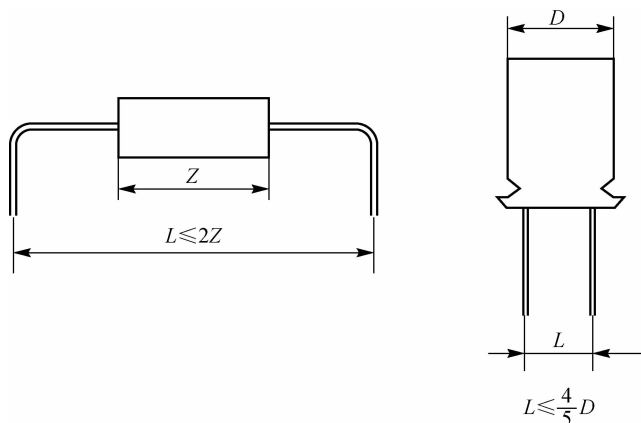

图 3-11 元器件的跨距和单向引线的跨距
(1) 元器件在 PCB 上的分布应尽量均匀,密度一致。无论是单面 PCB 还是双面 PCB,所有元器件应尽可能都安装在同一面,以便加工、安装和维护。
(2) PCB 上元器件的排列应整齐美观。一般应做到横平竖直,并力求元器件安装紧凑、密集,尽量缩短引线。如果装配工艺要求须将整个电路分割成几块安装时,应使每块装配好的 PCB 成为独立的功能电路,以便单独调试、检验和维护。
(3) 元器件安装的位置应避免互相影响。元器件间不允许立体交叉和重叠排列,元器件的方向应与相邻印制导线交叉,电感元件要注意防电磁干扰,发热元件要放在有利于散热的位置,必要时可单独放置或装散热器,以降温 and 减少对邻近元器件的影响。
(4) 变压器、扼流圈、大电容器、继电器等大而笨重的元器件可安装在主印制电路板之外的辅助底板上,利用附件将它们紧固,以利于加工和装配。也可将上述元器件安置在 PCB 靠近固定端的位置上,并降低重心,以提高机械强度,耐振、耐冲击力,减小 PCB 的负荷和变形。
(5) 元器件的跨距(即元器件成型后两引线脚之间的距离)最大不应该超过元器件本体长度的 2 倍;单向引线的跨距,不应超过本体直径(或长度)的 $\frac{4}{5}$,如图 3-11 所示。